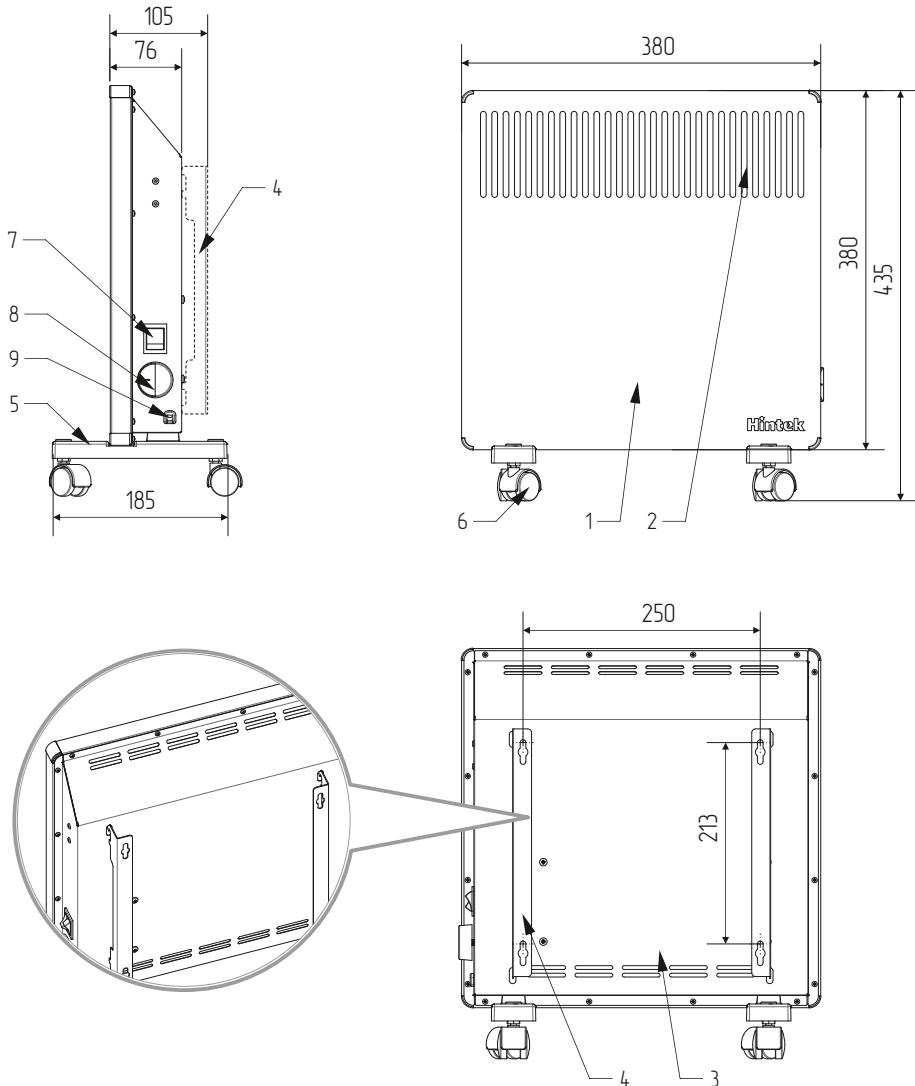

Рисунок 3.
6.3. Для настенного монтажа конвектора следует с помощью уровня и roulette (линейки) разметить на стене отверстия. Межцентровое расстояние посадочных отверстий указано на чертеже (см. рис. 3, 4).
! *ОБРАТИТЕ ВНИМАНИЕ на правильное расположение кронштейнов (см. рис. 3, 6).*